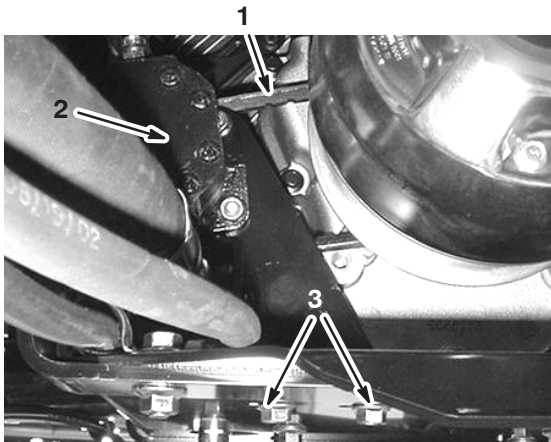

Bild 54
2. Lockern Sie die Befestigungsschrauben der Lenkpumpe (Bild 54).